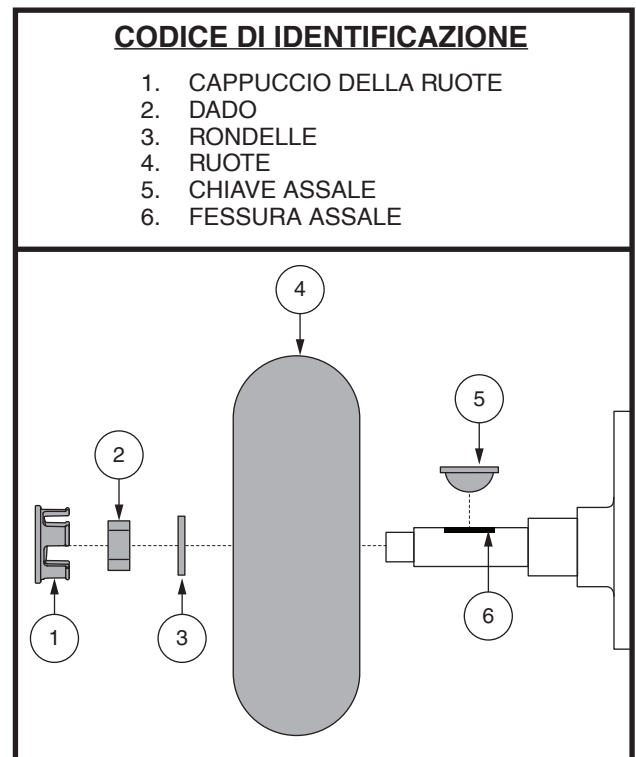

Figura 20. Rimozione dei pneumatici pieni
3. Rimuovere cappuccio, dado e rondelle dall'assale della ruota. **Vedere figura 20.**